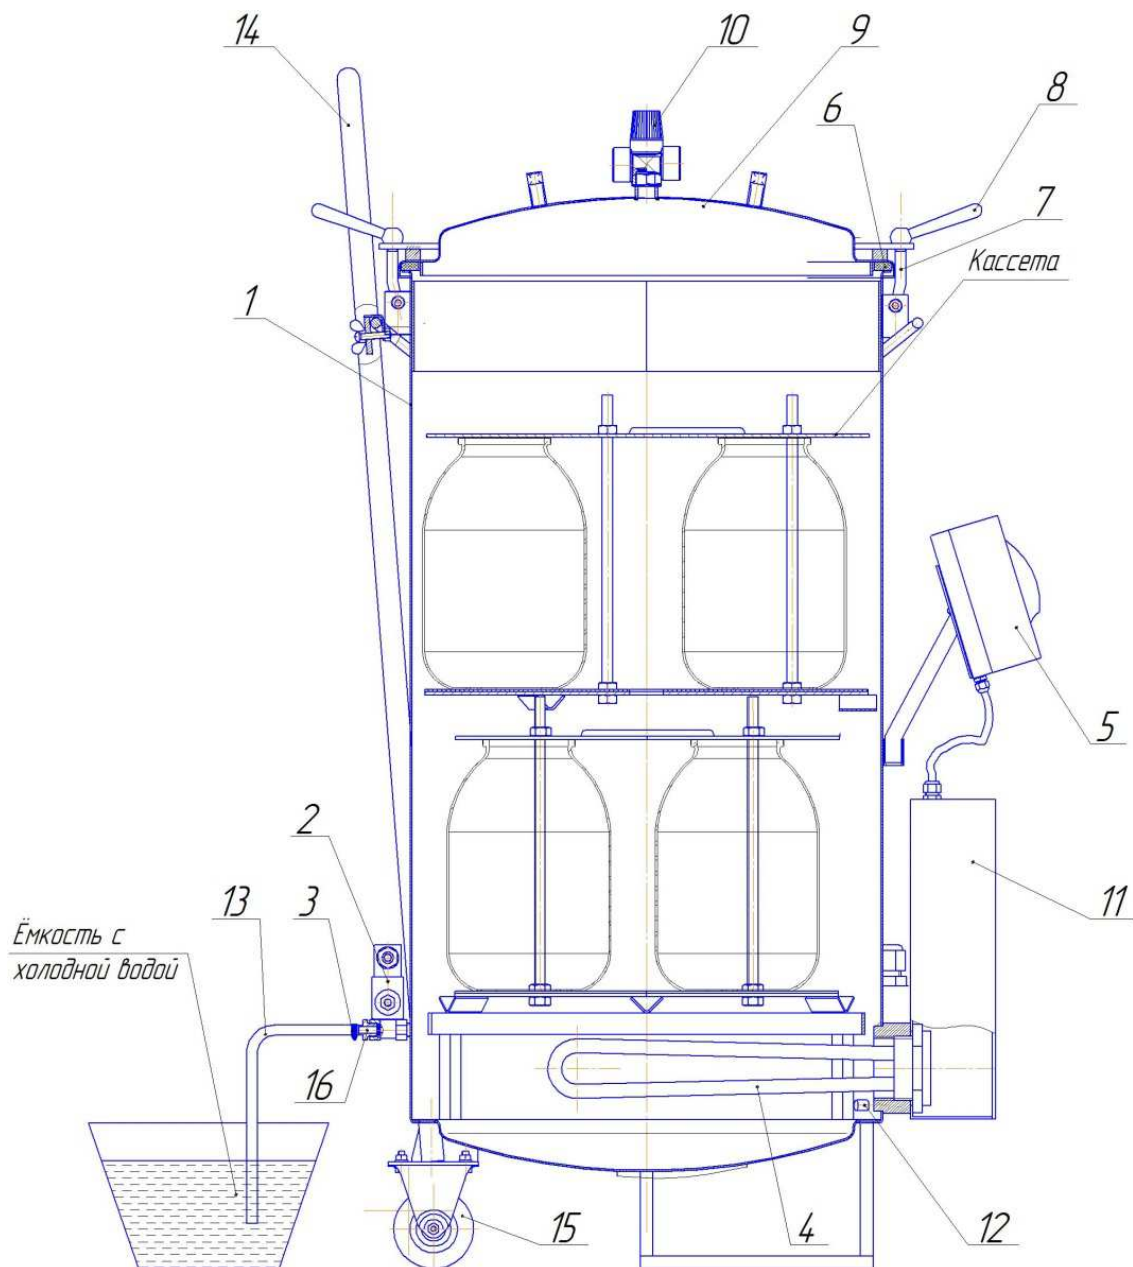

Рисунок 1 — Схема автоклава в сборе
2.4. Для защиты от брызг и пара при сливе воды с температурой выше 100 °С, конец шланга слива 13 (рис.1) опустить в ведро (или другую ёмкость) с небольшим количеством холодной воды (водяной затвор) и закрепить его (например, привязав шланг к ручке ведра), иначе возможны хаотичные движения шланга с выбросом пара и горячей воды во все стороны в первые минуты слива воды.
- не вывинчивать упоры зажима крышки 8 (рис. 1) автоклава;
- при необходимости сбросить давление в автоклаве, повернуть головку предохранительного клапана 10 (рис.1), до полного прекращения выхода пара (для предотвращения попадания пара на руку одеть защитную перчатку);
- вывинтить упоры 8 (рис. 1), отбросить прижимы 7 и снять крышку 9;
4.3. Вкрутить штуцер 16 (рис. 1) в клапан 4. Надеть конец шланга слива 13 на штуцер и закрепить его хомутом 15, другой конец опустить в ёмкость с небольшим количеством холодной воды и закрепить его. Для удобства удаления выливаемой воды заранее установить рядом второе пустое ведро.